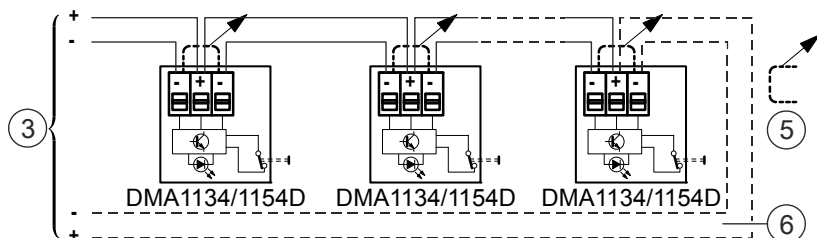

Fig. 5
2. Remove the minus – minus bridge (AnalogPLUS, SynoLOOP, interactive, only necessary for line test) (Fig. 5 [5]).
– See Fig. 5.
2. Brücke Minus – Minus entfernen (AnalogPLUS, SynoLOOP, interaktiv, nur zum Prüfen der Leitung nötig) (Fig. 5 [5]).
– Siehe Fig. 5.
2. Retirer le pont moins – moins (AnalogPLUS, SynoLOOP, interactif, requis seulement pour le contrôle de la ligne) (fig. 5 [5]).
– Voir fig. 5.